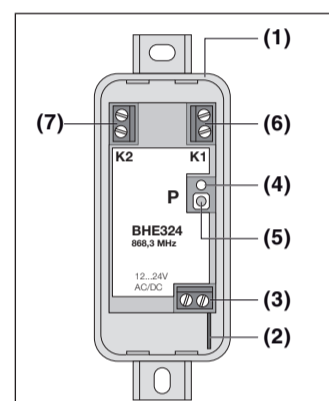

Fig. 1
2.1 Receiver BHE324 (Fig. 1)
2.1 Récepteur BHE324 (fig. 1)